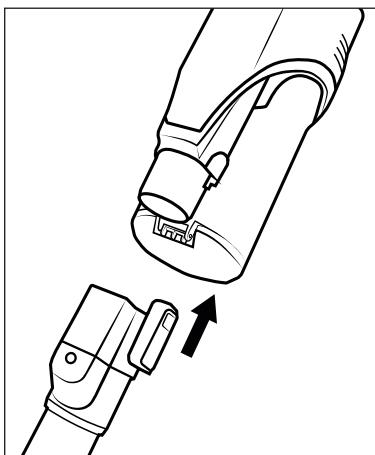

Fig. 1
- 1) Infilare il tubo di aspirazione 24 nell'apparecchio fino a quando non si innesta in posizione con un clic (vedere fig. 1).